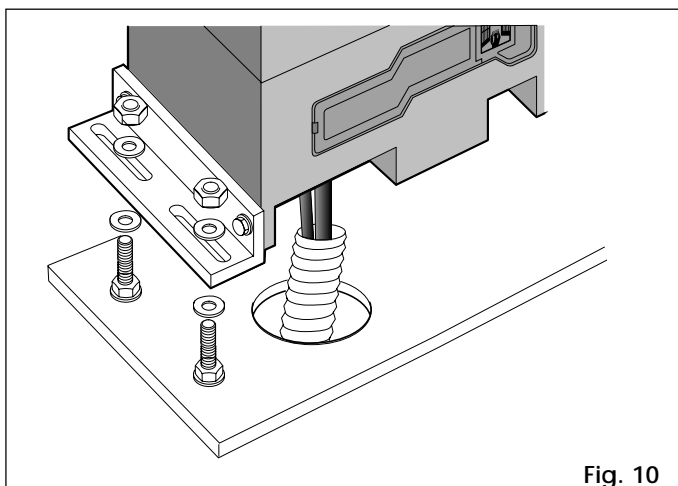

Fig. 10
- 3) Collocare l'operatore sulla piastra utilizzando le rondelle e i dadi in dotazione come da Fig.10.